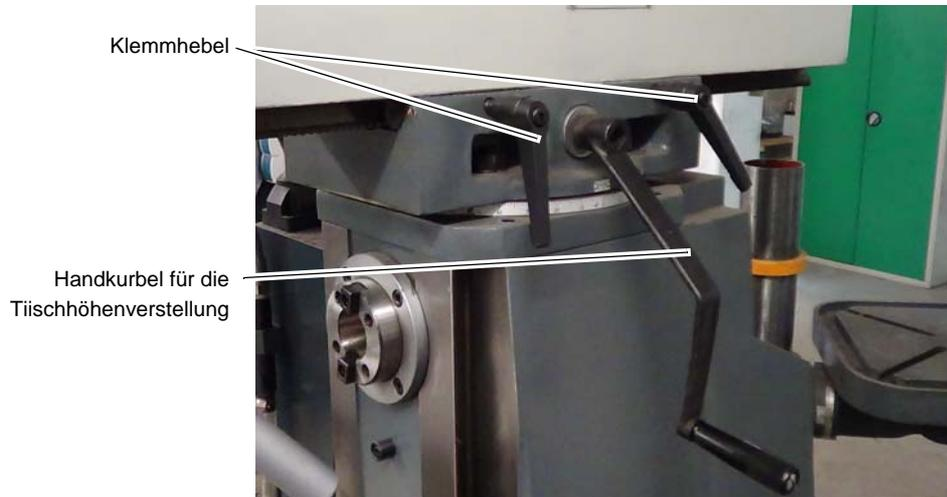

Abb. 4-10: Spindelkopfträger vor- und zurückbewegen
- Wenn der Spindelkopfträger sehr weit gedreht werden muss, ist zuerst der Spindelkopf vollständig nach vorne zu bewegen um am Arm des Bedienpanels vorbeischieben zu können. Abb.4-10: „Spindelkopfträger vor- und zurückbewegen“ auf Seite 38